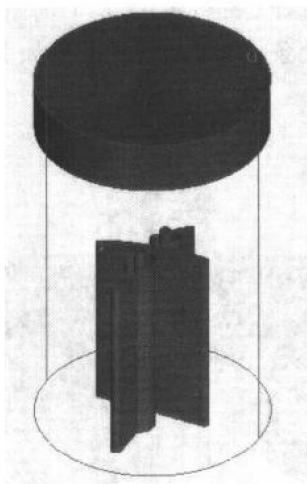

图 1-6
(3) 将 **Rectangular** (矩形) 的选项改为 **Cylindrical** (圆柱), 并将直径改为“45”, 结果如图 1-6 所示。